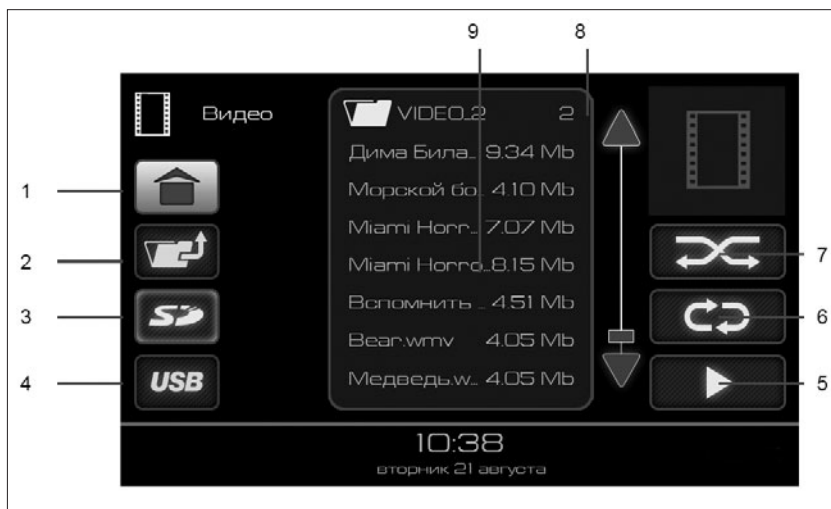
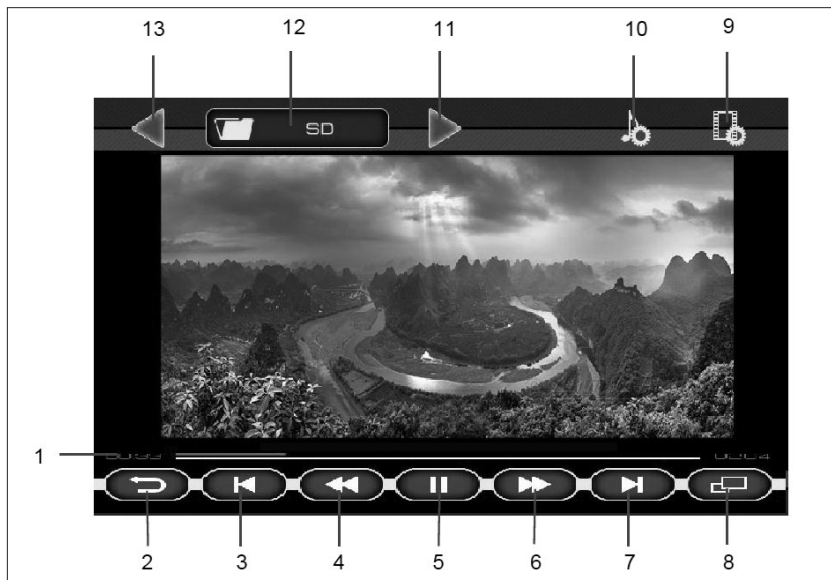

Рис. 6. Окно режима «ВИДЕО»
Рис. 7. Окно проигрывания видеофайлов
Доступные для воспроизведения видеофайлы и папки отображаются в списке (9), рис. 7. Двойное нажатие на изображение папки  отобразит список видеофайлов в этой папке. Для выхода из папки нужно нажать кнопку 2 (рис. 6).
режима повторного воспроизведения выбранного файла (кнопка 6, рис. 6);
- либо нажатие на кнопку воспроизведения файлов (кнопка 6, рис. 6) позволяет воспроизвести все видеофайлы, находящиеся в списке (9) на рис. 6;
- либо выбор папки одиночным нажатием на изображение папки  в списке (9) рис. 6, а затем нажатие кнопки воспроизведения файлов (кнопка 5, рис. 6) позволяет воспроизвести все видеофайлы, находящиеся в выбранной папке и ее подпапках.
Для включения полноэкранного режима воспроизведения нажать кнопку **8** (рис. 7) или на изображение.
Если при воспроизведении видеофайла нажать на кнопку **|| (5)** (рис. 7), а затем нажать на кнопку возврата (кнопка **2**, рис. 7), то произойдет переход в главное меню и в кнопке **«Видео»** (рис. 2) появится индикатор паузы. Этот режим позволяет вернуться к воспроизведению видеофайла с того места, где была поставлена пауза.